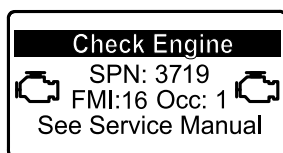

Рисунок 45
- Если требуется регенерация с парковкой, инфо-центр отображает предупреждение по двигателю SPN 3719, FMI 16 (Рисунок 45) и компьютер двигателя снижает его мощность до 85%.